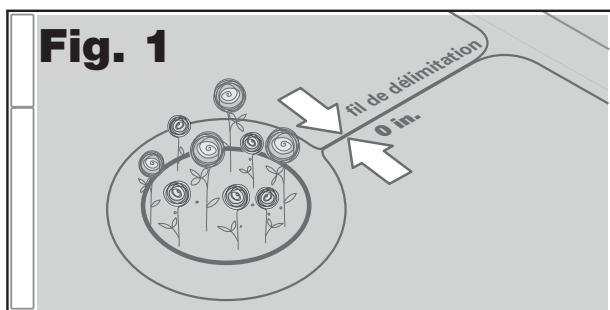

Fig. 1
- Si le bord de la pelouse près du marchepied: conservez la ligne 10 in. (26cm) le bord. (figure 1)
Le câble périphérique est une boucle simple connectée aux deux extrémités de la station de charge et entourant votre terrain. Pour exclure ces zones hors limites, le câble doit être détourné à angle droit par rapport au périmètre extérieur du terrain, dirigé vers la zone puis posé dans une trajectoire antihoraire autour de la zone comme illustré à la fig. 1. Puis le câble est ramené vers le périmètre du terrain, en s'assurant qu'il n'y a aucun espace entre les câbles allant vers et venant de la zone hors limites. Ainsi la tondeuse ne « voit » pas cette section de câble et passera dessus pendant la tonte. Cette méthode n'oblige pas à couper le câble qui reste en boucle continue.